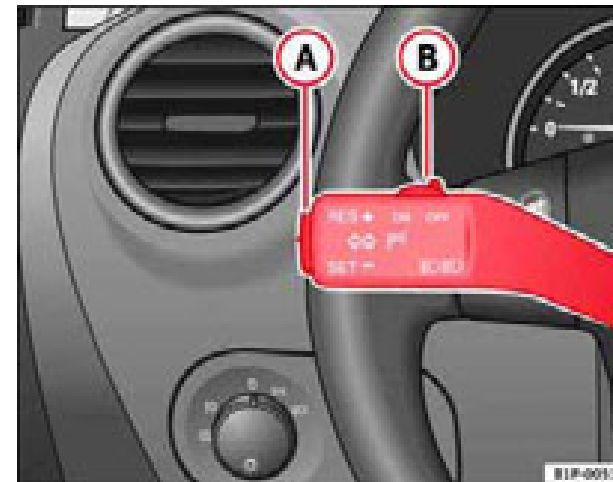

Fig. 123 Palanca de intermitentes y de luz de carretera: mando y tecla basculante para el regulador de velocidad
- Cuando se haya alcanzado la velocidad que se quiere programar, pulse brevemente la parte inferior de la tecla basculante **SET** ⇒ página 170, fig. 123 **A** una vez.